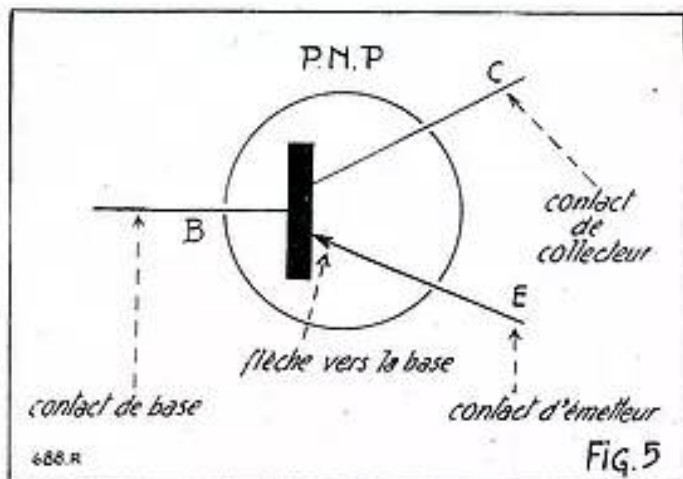
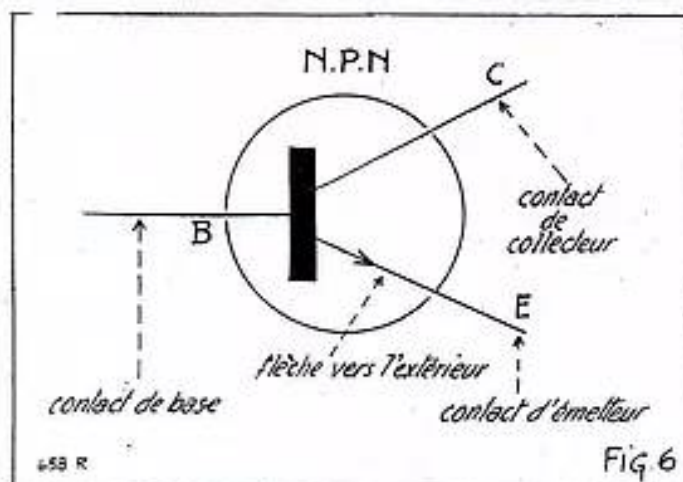

Fig. 5
Fig. 6
Le dessin symbolique de ces transistors est indiqué par la figure 5.
On remarquera que la base est de polarité négative N et que les deux autres électrodes sont de polarité positive P. Les transistors à pointes sont tous constitués avec des électrodes ainsi polarisées. On les dit du type PNP. Le dessin symbolique de la figure 5 permet de distinguer immédiatement la base (dessinée comme une barre), le collecteur : une simple pointe et l'émetteur : une flèche dirigée vers la base. Cette flèche ainsi dirigée permet de reconnaître qu'il s'agit d'un modèle PNP : émetteur et collecteur positifs, base négative.
Dans ce cas, on se trouve en présence d'un transistor NPN dans lequel la base B est positive (P) et les deux autres électrodes : l'émetteur E et le collecteur C, négatifs (N). Le dessin symbolique d'un transistor à jonction PNP est le même que celui d'un transistor à pointes PNP. C'est celui de la figure 5 avec la flèche de l'émetteur dirigée vers la base. Les transistors du type NPN sont symbolisés par le dessin de la figure 6. La flèche est dirigée vers l'extérieur.